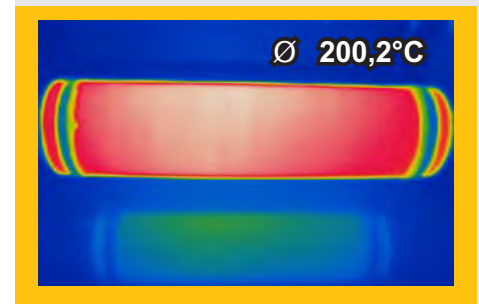

Abb. 4: Elektrisch beheizte Walze mit  $\text{TiO}_x$ -Heizschicht
- Walzen für Trocknungsprozesse in der Papierindustrie (Abb. 4),